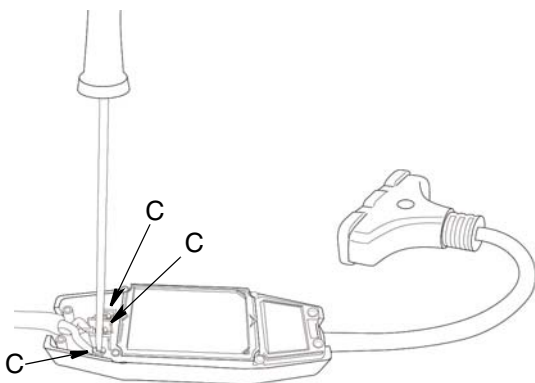

FIG. 13
3. Dévisser les trois vis cruciformes #2 (C) et débrancher les fils noir, blanc et vert des bornes du disjoncteur (FIG. 13).
2. Raccorder le fil vert du cordon à la borne verte du module du disjoncteur différentiel. Raccorder le fil noir du cordon à la borne en laiton. Raccorder le fil blanc du cordon à la borne grise. Resserrer les trois vis cruciformes #2 (C) (FIG. 13).